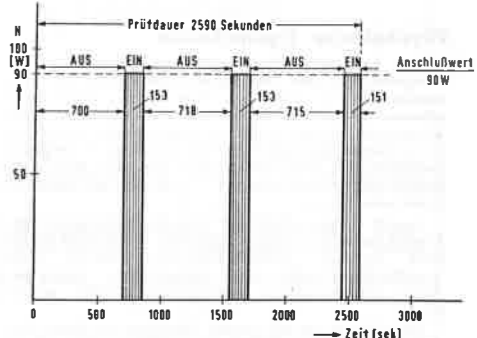

Bild 4. Schaltzeiten eines Kompressorschrankes (AEG 120)
Bei einer Außentemperatur von 20° C und mittlerer Temperatureinstellung (4) wurden die Schaltzeiten dieses Schrankes über 3 Schaltperioden abgestoppt und in Bild 4 grafisch dargestellt. Während der Beobachtungszeit von 2590 Sekunden ergab sich eine tatsächliche Einschaltzeit von 457 Sekunden.